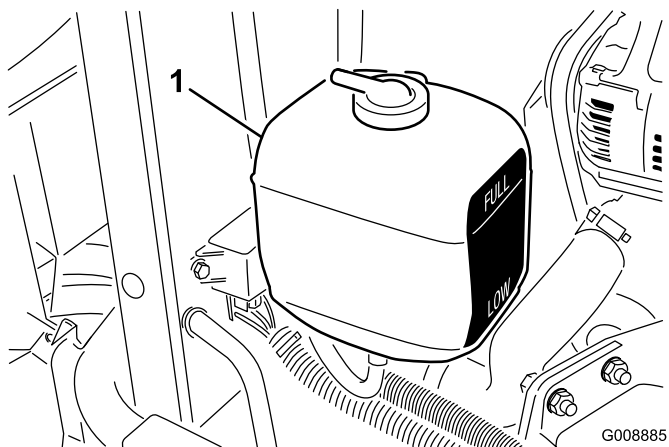

Figura 36
1. Controllate il livello del refrigerante nel serbatoio di espansione (Figura 36).